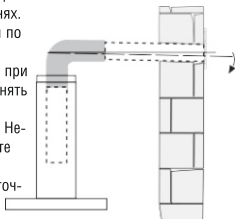

рис. 1
1.5 При выводе воздуховода на улицу (через отверстие в стене) должен быть уклон воздуховода, как на рис. 1.